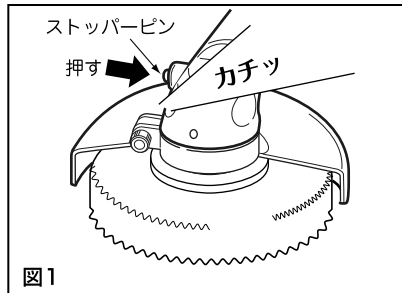
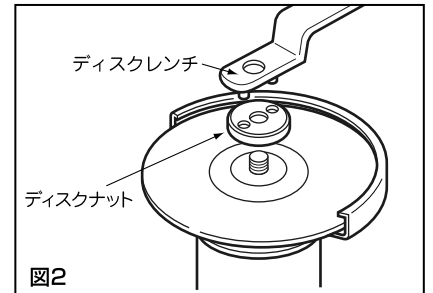

図1
図2
1. エアーホースをつなぐ前にアンビルハウジングの横にあるストッパーピンを押さえ、アンビルが動かないよう固定して、先端工具をアンビルにしっかりとねじ込んでください(図1)。カッピングディスクの場合はアンビルに差し込み、ストッパーピンを押して上からディスクナットでしっかりと締め込んでください(図2)。